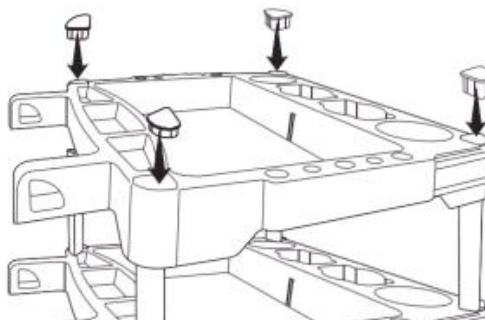

Fig. 5
6. Insérez les quatre capuchons d'extrémité (5) dans le plateau du haut (fig. 5).